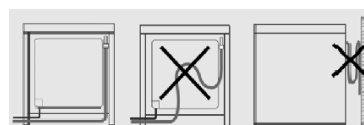

Figure 3
- Positionnez l'appareil en vérifiant que la boucle formée par le tuyau flexible se développe dans le vide sanitaire du meuble adjacent (voir figure 3). Le tuyau ne doit pas être en contact avec le carter du four de l'appareil.